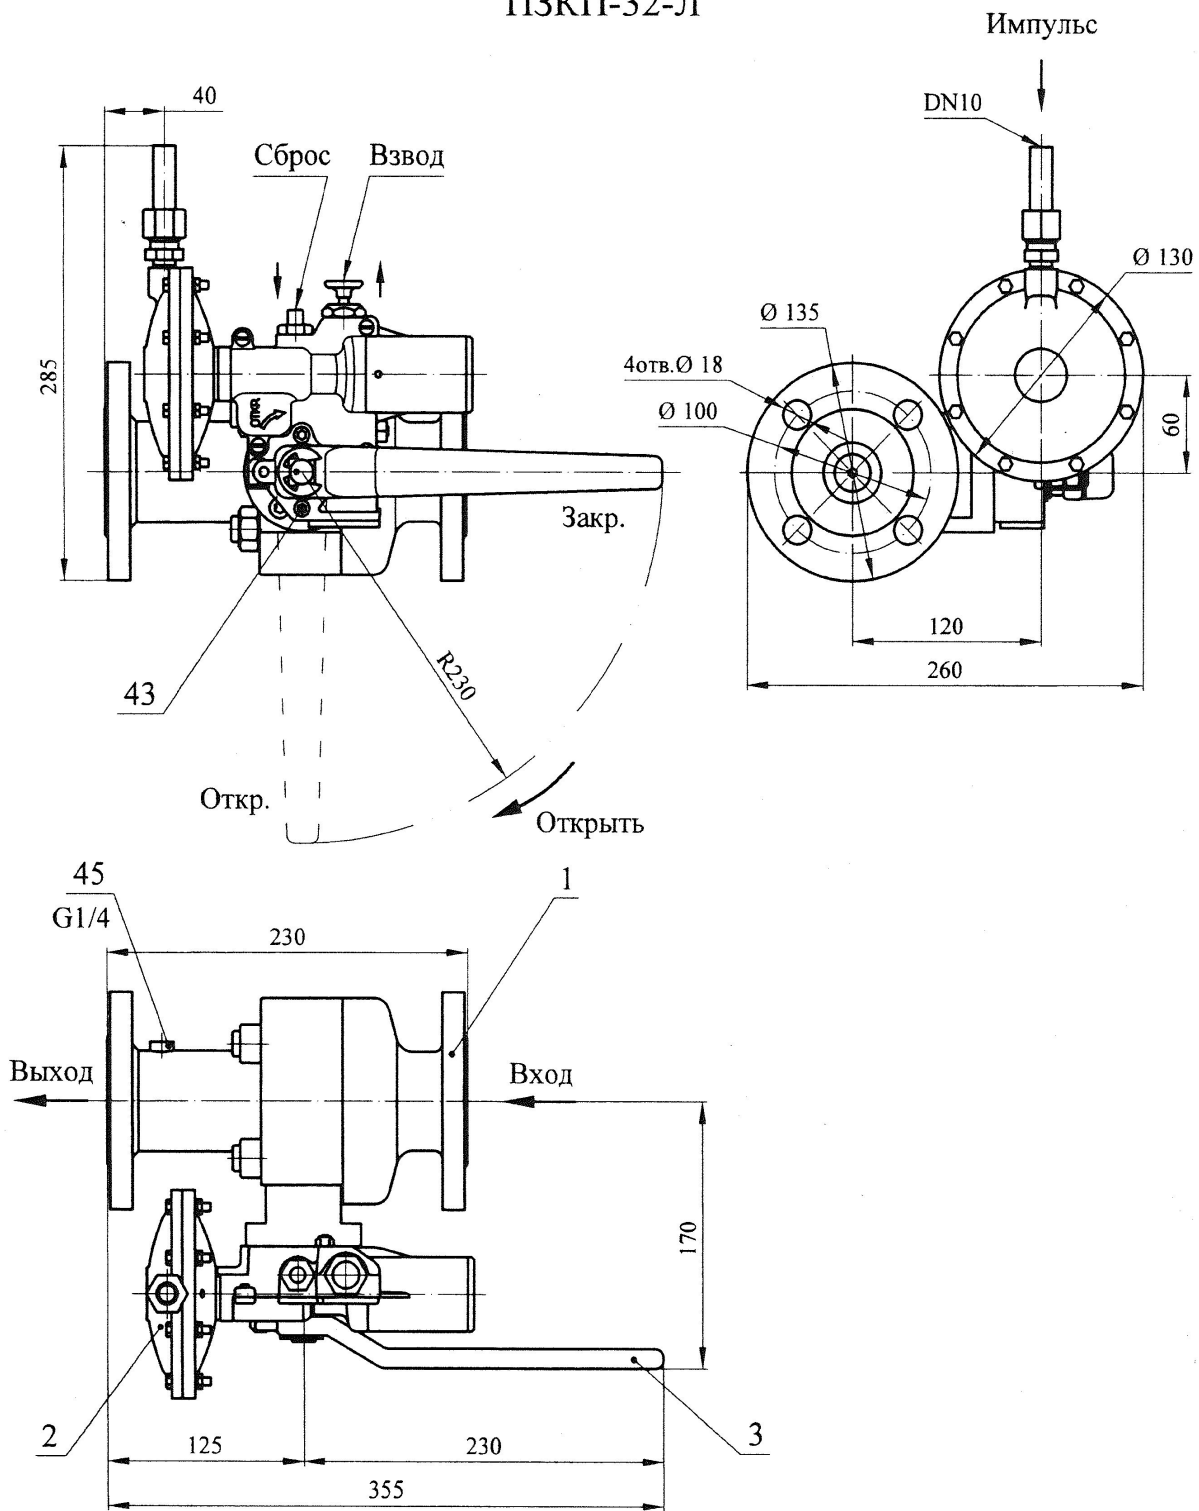
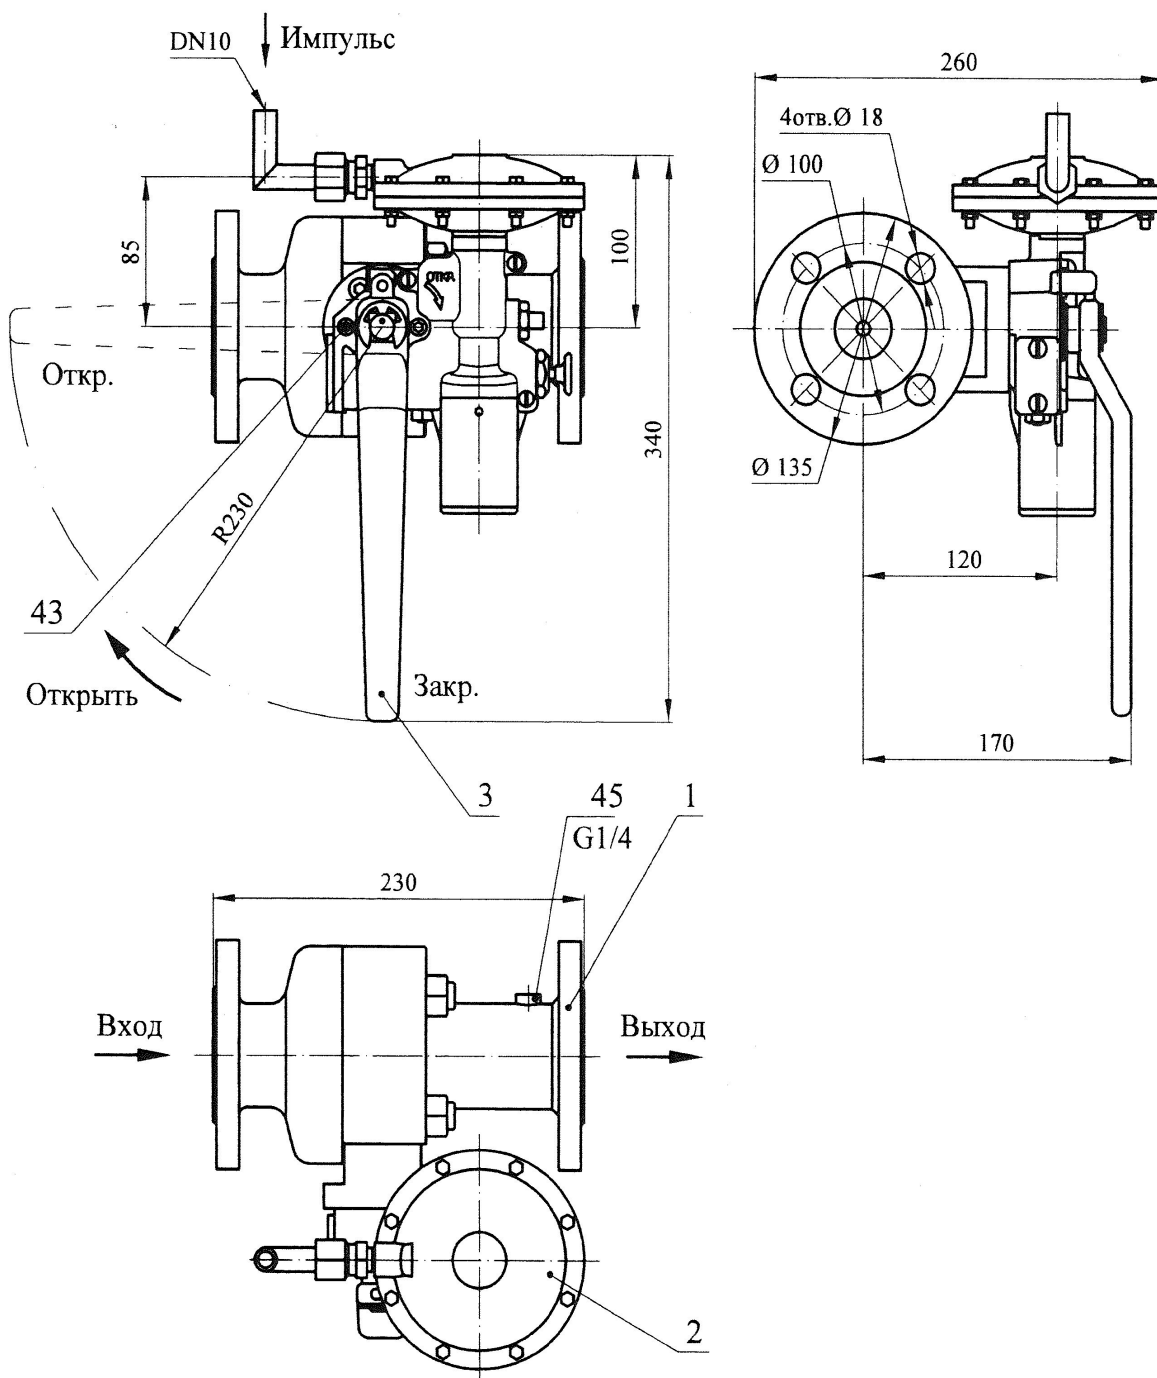

Рисунок 1
Рисунок 2
9.1.1 Клапан ПЗКП-32-Л, рисунок 1, и ПЗКП-32-П, рисунок 2, состоит из двух основных узлов: самого запорного клапана 1 и механизма настройки ПЗК 2 с рукояткой 3.